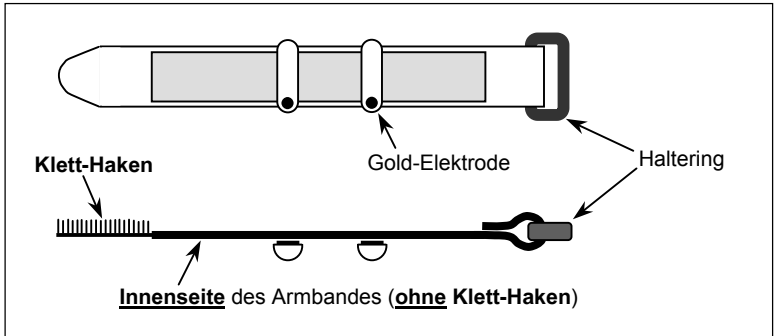
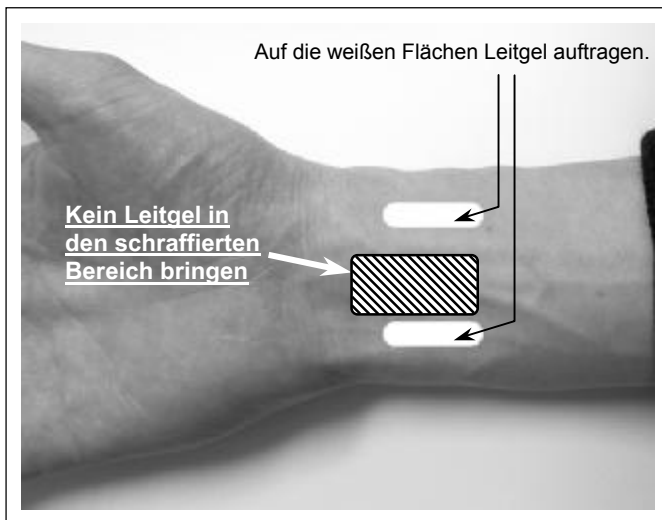

Abb. 1: Gold-Elektroden auf die Innenseite des Armbandes kletten.
Abb. 2: Die weißen Flächen geben die Lage der Pulsadern an.
- 1. Schritt:** Beide Gold-Elektroden etwa mittig auf die **Innenseite** des Armbandes kletten (**Abb. 1**), und zwar im Abstand der Pulsadern (siehe **Abb. 2**).
- 2. Schritt:** Eine ca. erbsengroße Menge Leitgel auf jede der beiden weiß markierten Flächen auftragen und etwas verreiben (**Abb. 2**). Halten Sie den schraffierten Bereich zwischen den Elektroden frei von Leitgel.